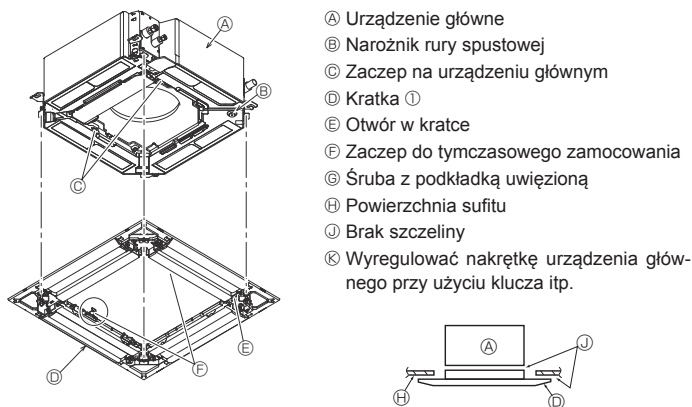

Fig. 9-6
9.4.2. Tymczasowe zamocowanie kratki (Fig. 9-6)
- Zamocować kratkę na urządzeniu głównym, dokręcając wstępnie wkręcone śruby. (Fig. 9-6).
Upewnić się, że nie ma szczeliny pomiędzy urządzeniem głównym i kratką oraz pomiędzy kratką i powierzchnią sufitu. (Fig. 9-6).
- Po dokręceniu wkrętu należy sprawdzić, czy dwa zaczepy kratki (Fig. 9-6) są zablokowane na zaczepach urządzenia głównego.